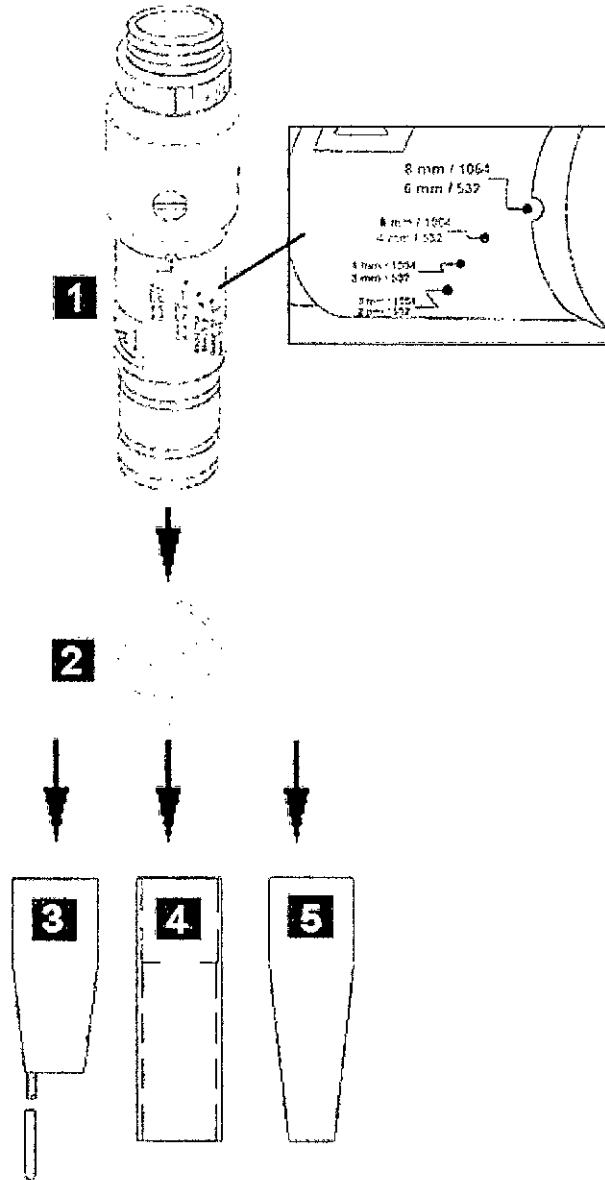

Figura 24 Componentes de la pieza de mano MultiSpot
- Para determinar el tamaño del haz, lleve la camisa exterior del cilindro hacia el extremo de salida de la pieza de mano MultiSpot y gírela hasta alinear la muesca con el indicador del tamaño del haz deseado (vea la figura 24, Componentes de la pieza de mano MultiSpot, en la página 44). Este es el tamaño del haz que seleccionará posteriormente en el panel de control (vea la figura 18-8).